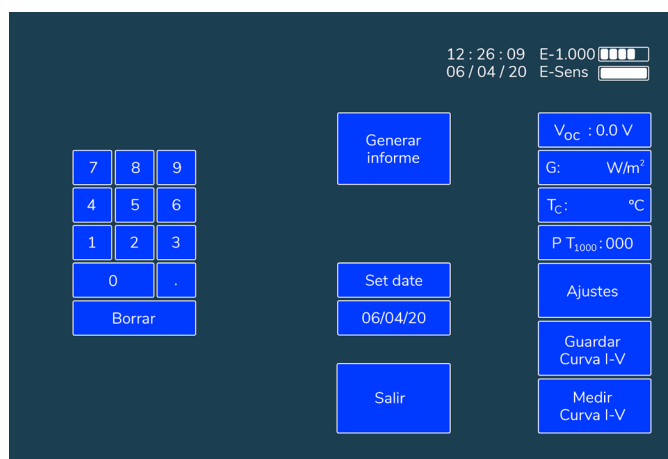

Figura 5.8.: Menú de generar informe
2. Dentro del menú de ajustes, acceder al sub-menú de “Generar Informe” (ver figura 5.8.).